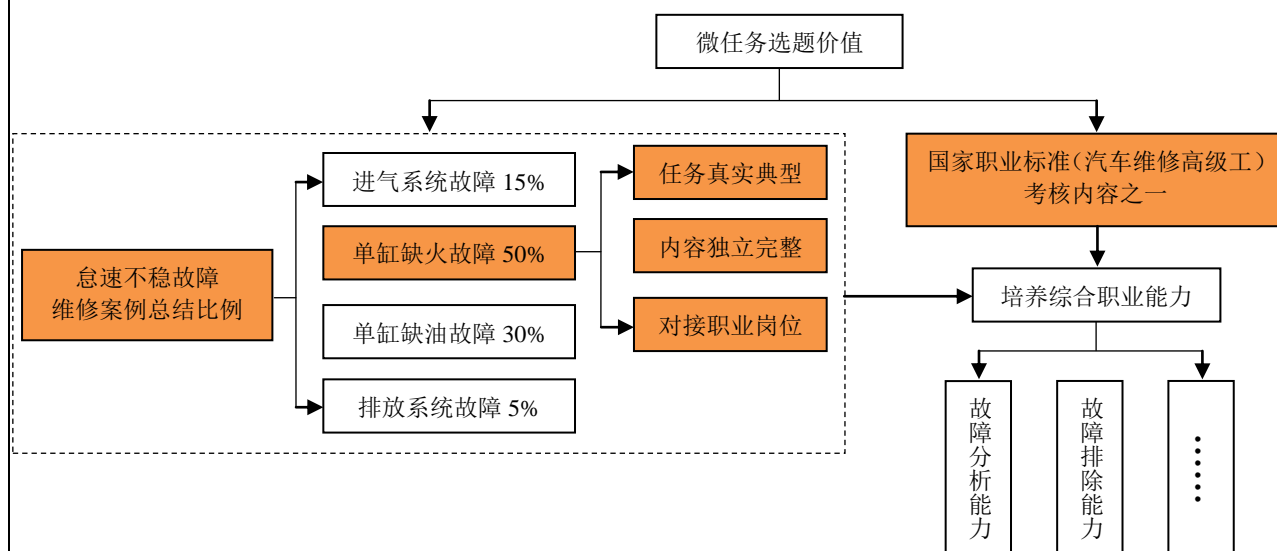

图 2 微任务选题价值分析
3. 对接职业岗位。“单缸缺火故障”是发动机怠速不稳故障中常见故障原因之一，根据《汽车维修工国家职业标准》，该学习任务是汽车维修高级工（三级）重点考核内容之一，通过本学习任务的学习，学生可以认识到在实际工作中行业对排除单缸缺火故障的作业规范，具备解决发动机点火系统实际故障的职业能力，任务学习与职业工作内容对接。具体如图 2 所示：